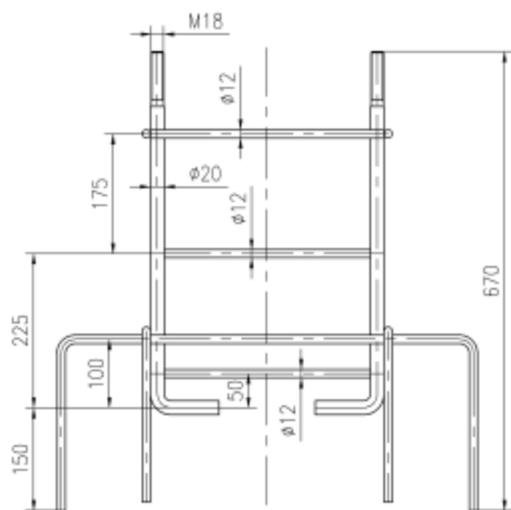

图1
1) JMA-15X大转轮的安装方式为预埋式，即采用预埋架（如图1）将器材固定；其对安装器材的土质要求如下：在距地表800mm深度以内其土质不低于强度中等的土质要求（注：GB/T 50145-2007《土的工程分类标准》 5.1.2干强度试验：将一小块土捏成土团，风干后用手指捏碎、掰断及捻碎，并应根据用力的大小进行区分：稍用力即可捏碎或掰断为干强度中等。）